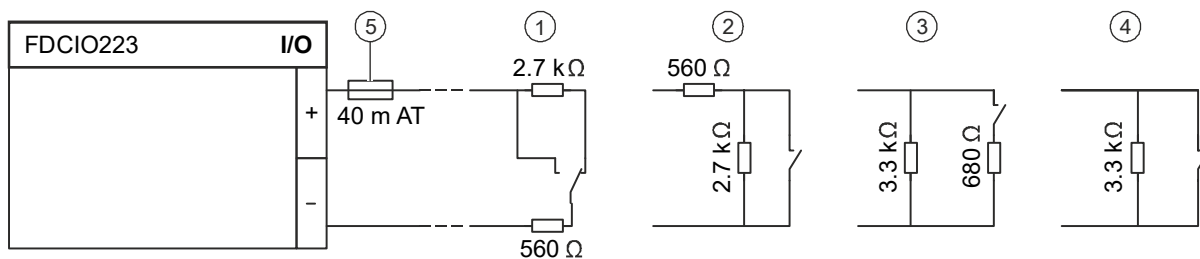

Fig. 7
- Fig. 7 Contact inputs:
- Fig. 7 Kontakteingänge:
- Fig. 7 Entrées de contact :
- Fig. 7 Entradas de contacto:
- Fig. 7 Ingressi contatti: